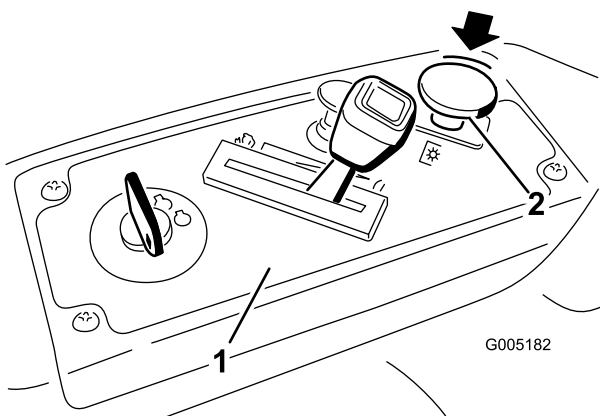

Figure 8
2. Désengagez les lames en plaçant la commande des lames en position Désengagée (Figure 8).
- Désengagez les lames en plaçant la commande des lames en position Désengagée (Figure 8).